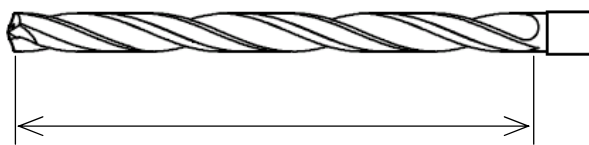

図21
- ラップ範囲は図21に示すとおり溝、マージン部、ガイドパットのみです。正面切刃は不要です。